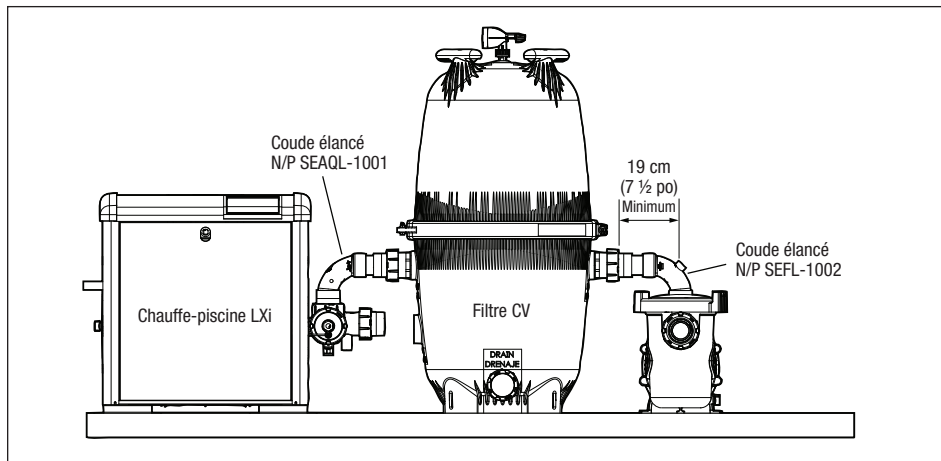

Figure 8. Chauffe-piscine LXi, Installation du filtre CV et du coude élané de la pompe SHP
- S'assurer qu'il y a une distance minimale de 18,75 cm (7 ½ pouces) entre le centre de l'orifice de sortie de la pompe et la paroi du filtre d'entrée pour accueillir le(s) coude(s) élané(s). Voir la Figure 8 pour la configuration d'installation recommandée.
REMARQUE : La pompe SHP illustrée à la Figure 8 est à titre de référence seulement. Le coude élané Jandy est compatible également avec les pompes des séries MHP et PHP.